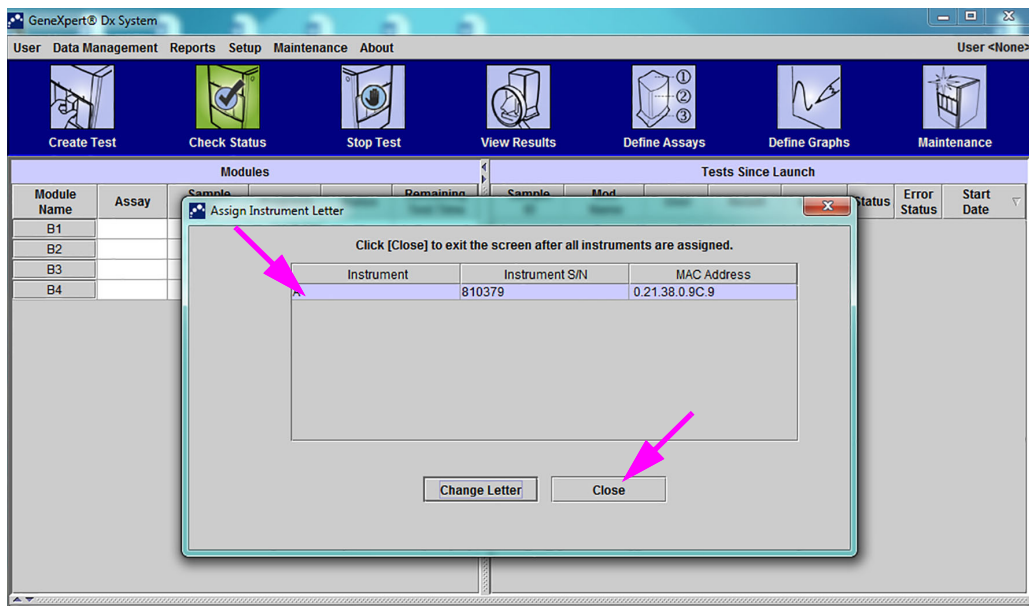

Figura 2-59. Fereastra sistemului GeneXpert Dx cu caseta de dialog Alocare literă instrumentului suprapusă
- Faceți clic pe **Închidere (Close)** pentru a închide caseta de dialog Alocare literă instrumentului (Assign Instrument Letter) (consultați Figura 2-59). Caseta de dialog Alocare literă instrumentului (Assign Instrument Letter) va indica alocarea noii litere instrumentului pentru module.